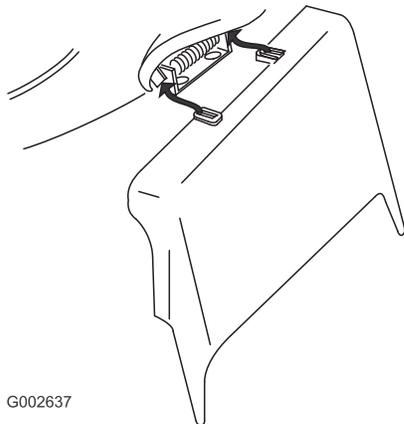

Bild 36
3. Setzen Sie den Seitenauswurfkanal ein und schließen Sie die Klappe auf dem Auswurfkanal (Bild 36).